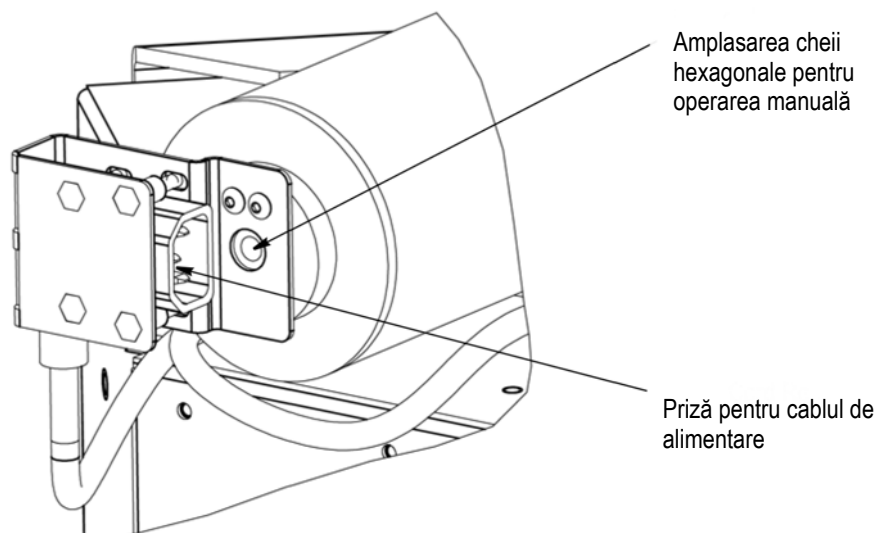
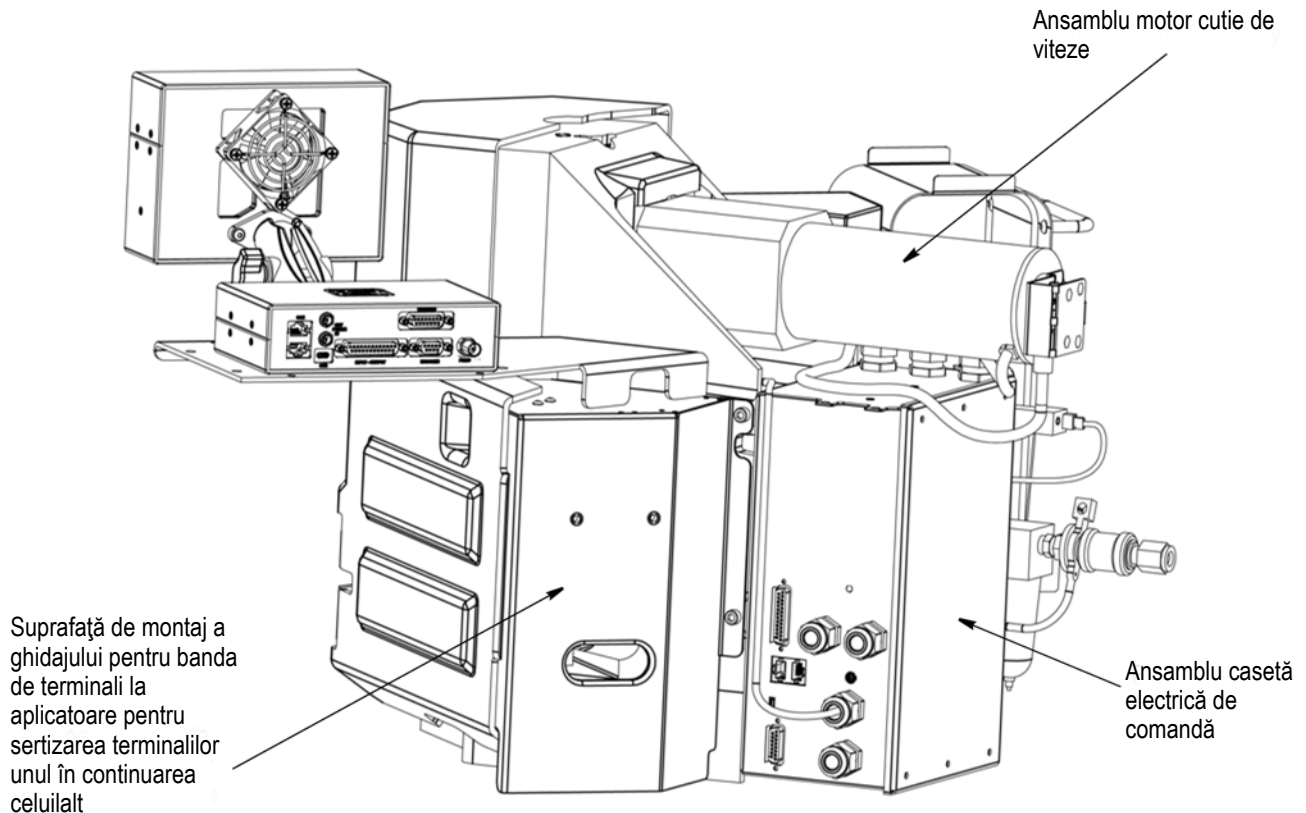

Figura 3
Figura 4
1. **Grupul motor** include un motor de curent continuu care antrenează un arbore cotit. A se vedea Figura 3 și figura 4. Motorul se activează la fiecare ciclu și rotește arborele cotit o tură completă. O cheie hexagonală este amplasată pe capătul motorului, ceea ce permite acționarea manuală a motorului. Cheia hexagonală poate fi accesată deconectând cablul electric din partea posterioară a motorului.